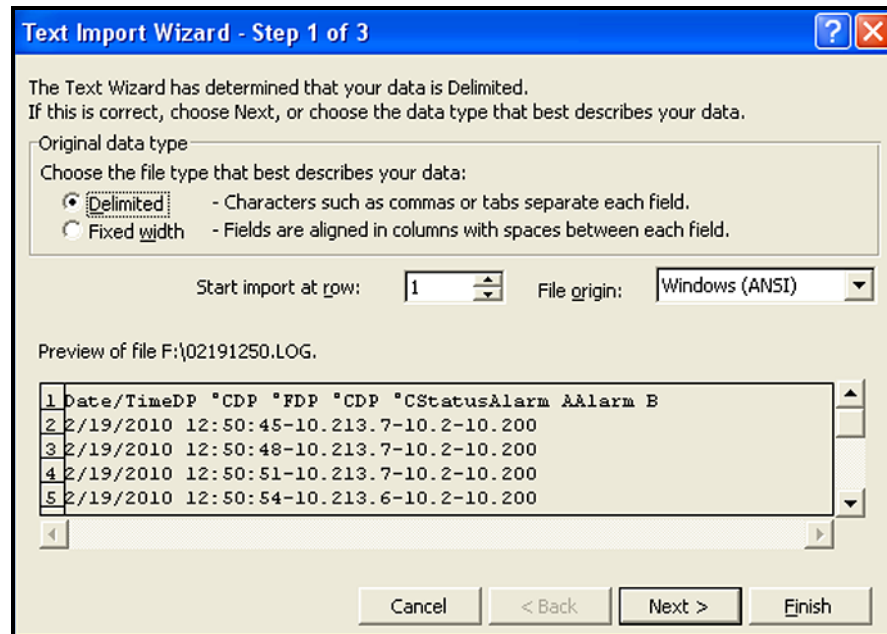

Figure 60: Assistant d'importation Microsoft Excel - étape 1
- Vérifiez que le type de fichier est "*Tous les fichiers*" puis ouvrez l'enregistrement sélectionné en double-cliquant sur le nom de fichier. Un écran semblable à celui de la *Figure 60* ci-dessous s'affiche.